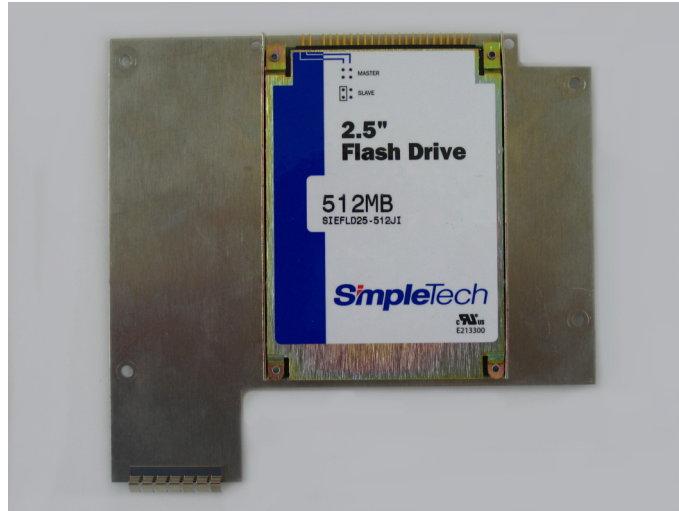

Bild 3-13 Neue 2,5"-Flash Disk
- Schrauben Sie die neue 2,5"-Flash Disk auf das Trägerblech (siehe Bild 3-13).